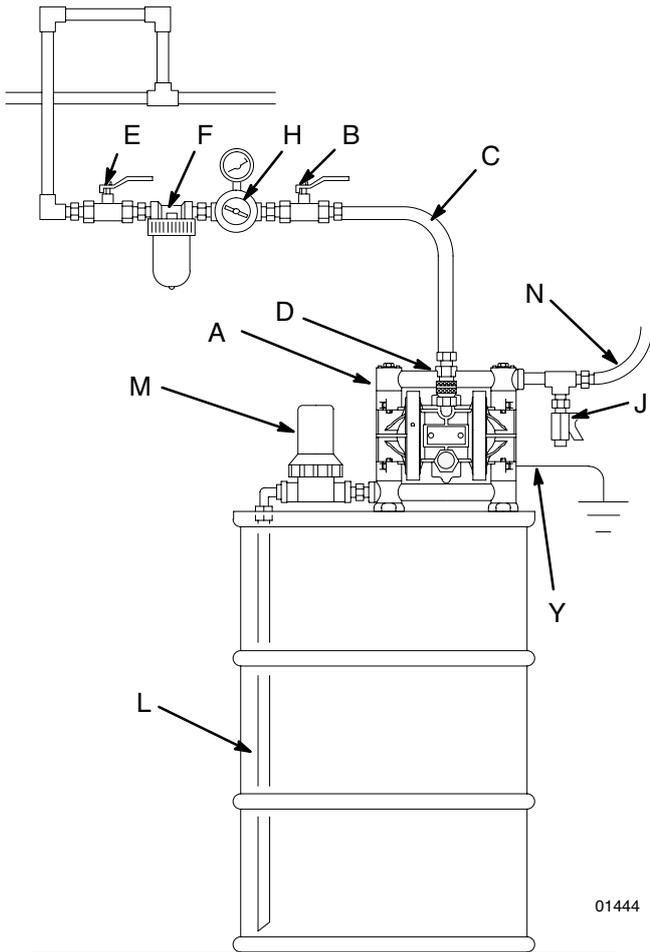

Рис. 2
1. Типовые установки, показанные на рис. 2 - 3, представляют собой лишь примеры для выбора и монтажа компонентов системы. За поддержкой в разработке отвечающей Вашим требованиям системы обращайтесь, пожалуйста, в отдел обслуживания клиентов фирмы VERDER.
При перекачке проводящих воспламеняющихся жидкостей **всегда** заземляйте жидкостную систему, убедившись в прохождении тока в жидкости к надежной линии заземления. См. Рис. 2 и 3.
Главный воздушный кран стравливающего типа (В) необходим в Вашей системе для стравливания воздуха, захваченного между этим клапаном и насосом. См. Рис. 2—3. Захваченный воздух может привести к непредсказуемому срабатыванию насоса, что может привести к серьезной травме, включая опасность попадания жидкости в глаза или ее инъекции под кожу, а также опасность травмы от движущихся частей, или загрязнения опасными жидкостями.
1. Установите принадлежности воздушной линии, как показано на Рис. 2 - 3. Установите эти принадлежности на стене или на кронштейне. Проверьте, что запитывающая эти принадлежности воздушная линия заземлена.
- c. Фильтр воздушной линии (F) задерживает вредные частицы грязи и влаги в подаваемом сжатом воздухе.
Кран слива жидкости (J) требуется в Вашей системе для сброса давления в шланге в случае его засорения. Смотрите Рис. 2 - 3. Кран слива снижает риск получения серьезной травмы, включая попадание жидкости в глаза или на кожу, или загрязнения опасными жидкостями при сбросе давления. Установите этот кран вблизи насосного выпускного патрубка.